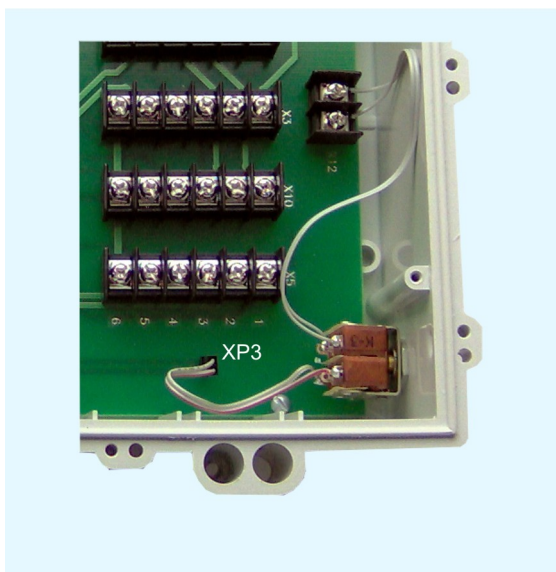

Рисунок 13 - Подключение тумблера Ревизия
3) Подключить шлейф с разъемом тумблера «Ревизия» к разъему ХР3 коммутационной платы блока БДК-Л-4М2, БДК-Л-3М2 (рисунок 13).